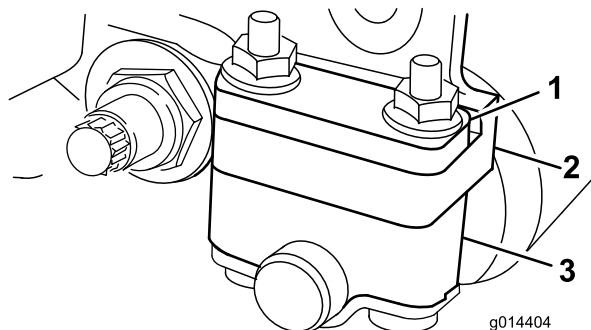
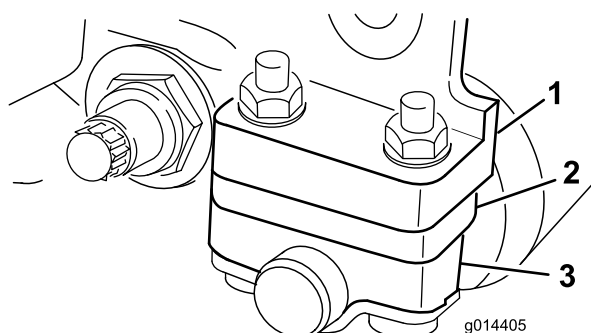

Figura 12
Figura 13
1. Ajuste los soportes del rodillo trasero (Figura 12 o Figura 13) a la posición superior o inferior, dependiendo del intervalo de alturas de corte deseado.
Coloque el espaciador encima de la brida de montaje de la chapa lateral (ajuste de fábrica) para obtener un intervalo de alturas de corte de 1,6 a 6 mm (Figura 12).
Coloque el espaciador debajo de la brida de montaje de la chapa lateral para alturas de corte de 3 a 25 mm (Figura 13).